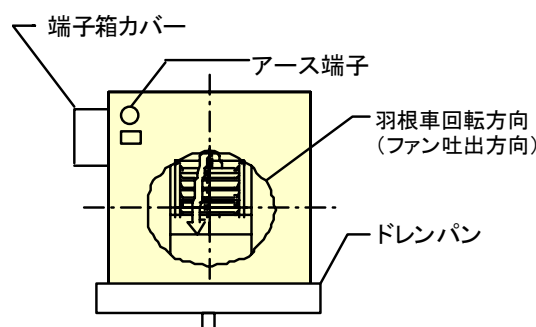

図7 アース端子位置と回転方向
回転方向は図7によります。
してください。(図7)
- (1) ダンパを閉じ、スイッチを1、2度入り切りして内部あたりなどの異常がないことをご確認ください。また、このとき、図7に示す回転方向をご確認ください。三相機種で逆回転のときは電源のRとTを入れ替えて直してください。
- (2) 問題がなければ、徐々にダンパを開き連続運転をしてください。